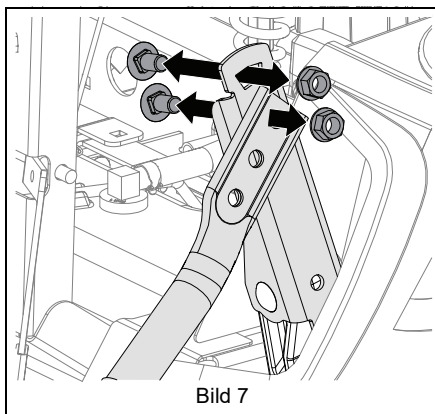

Bild 7
1. Skruva bort skruvarna som fäster styrspakarna på undre reglagearmen. Se Bild 7.